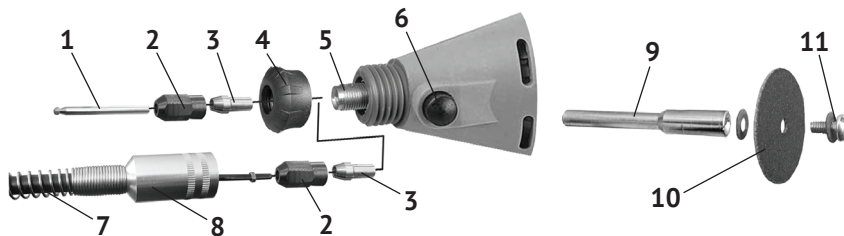

рис. 3
6.3 Установите в цанговый патрон необходимую рабочую насадку (см. рис.3).
6.4 Надёжно закрепите насадку в цанговом патроне плотно закрутив зажимную гайку (рис.3 поз.2), при этом следует надёжно удерживать кнопку стопора (рис.3 поз.6).
6.6 Установка рабочего инструмента и гибкого вала (см. рис.3):
- открутить и снять пластиковую гайку (рис.3 поз.4) гравёра;
- нажав кнопку стопора (рис.3 поз.6), ослабить зажимную гайку цанги;
- затянуть, удерживая кнопку стопора, гайку цанги и прикрутить накидную гайку (рис.3 поз.8) гибкого вала на корпус гравёра вместо гайки (рис.3 поз.4).